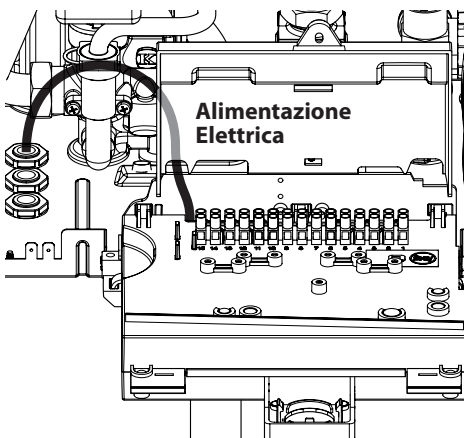

Figura 5.34
- Collegare il cavo di alimentazione elettrica all'interruttore onnipolare rispettando la corrispondenza della linea (filo marrone) e del neutro (filo azzurro) Figura 5.34.